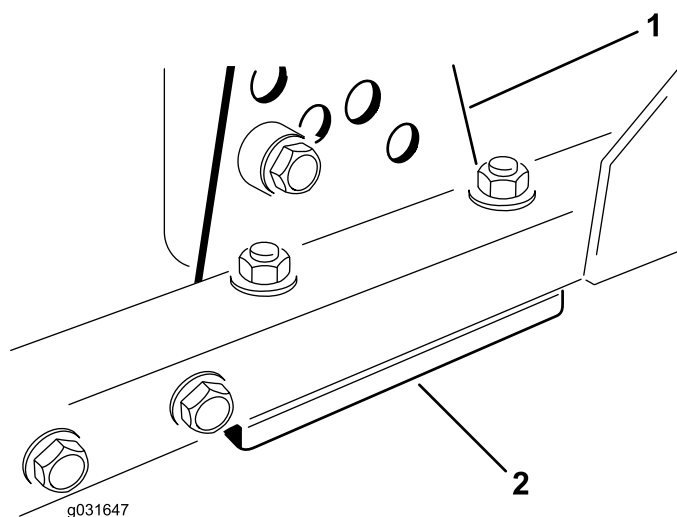

Figura 71
1. Retire el soporte de altura de corte (delantero, izquierdo o derecho) del bastidor de la carcassa (Figura 71).
- Coloque suplementos de 1,5 mm y/o 0,7 mm entre el bastidor de la carcasa y el soporte hasta lograr la altura de corte deseada (Figura 71).
- Instale el soporte de altura de corte en el bastidor de la carcasa con los suplementos restantes colocados debajo del soporte de altura de corte (Figura 71).